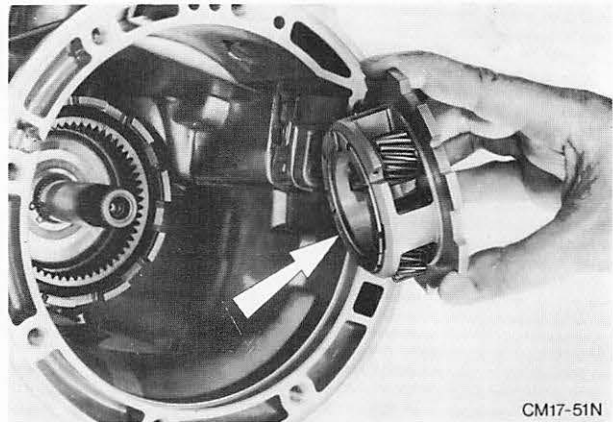

Abb. 89 Anlaufscheibe Nr. 5 mit Planetenträger in das Getriebegehäuse einsetzen
39. Anlaufscheibe Nr. 5 mit Öl an die Rückseite des Planetenträgers kleben. Abb. 89. Planetenträger montieren und mit Sprengring sichern. Hierzu hintere Bremsstrommel bis zum Anschlag nach vorne ziehen, damit die Sprengringnut frei wird.